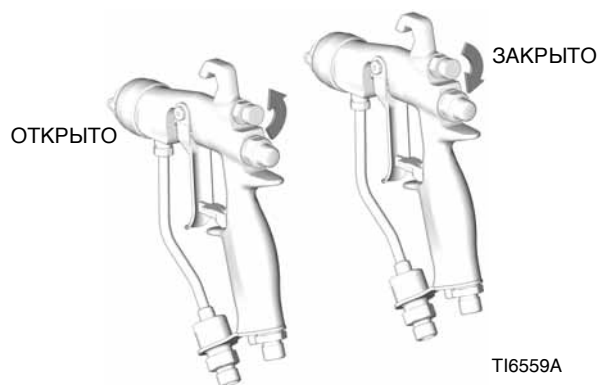

Рис. 13
4. Перекройте подачу воздуха, регулирующего факел, поворачивая регулятор по часовой стрелке до конца. См. Рис. 13. На пистолете будет установлена максимальная ширина факела.
Для того чтобы сузить факел распыла, поверните регулятор против часовой стрелки. См. Рис. 13. Если ширина факела все еще недостаточно узкая, медленно увеличивайте давление воздуха или используйте распылительный наконечник другого размера. (Отсутствует для пистолетов с наконечниками RAC).